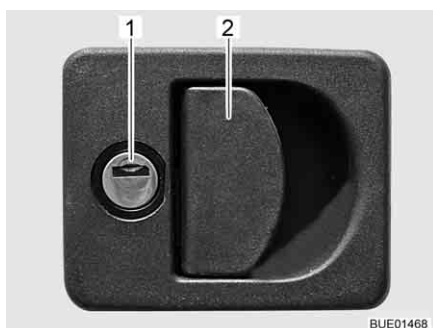

Bild 34 Lucklås med greppkåpa
- Stick in nyckeln i låscylindern (Bild 34,1) och vrid ett kvarts varv. Lucklåset är upplåst.
- Drag i låshandtaget (Bild 34,2). Den utvändiga luckan är öppen.